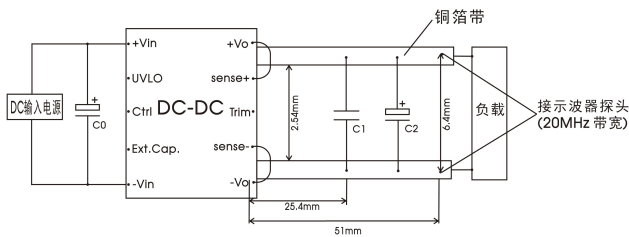

图 3
注: ①纹波和噪声的测试方法见图 3, 噪声以靠测法为准。
所有该系列的 DC/DC 转换器的常规性能在出厂前，都是按照下图 3 推荐的测试电路进行测试，纹波噪声测试用图 3 接线测试。